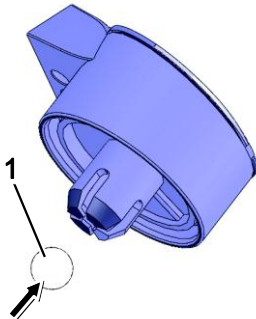

Abb. 24
3. Die Ventilkugel (Abb. 24/1) in den Sekretflaschenanschluss einsetzen.